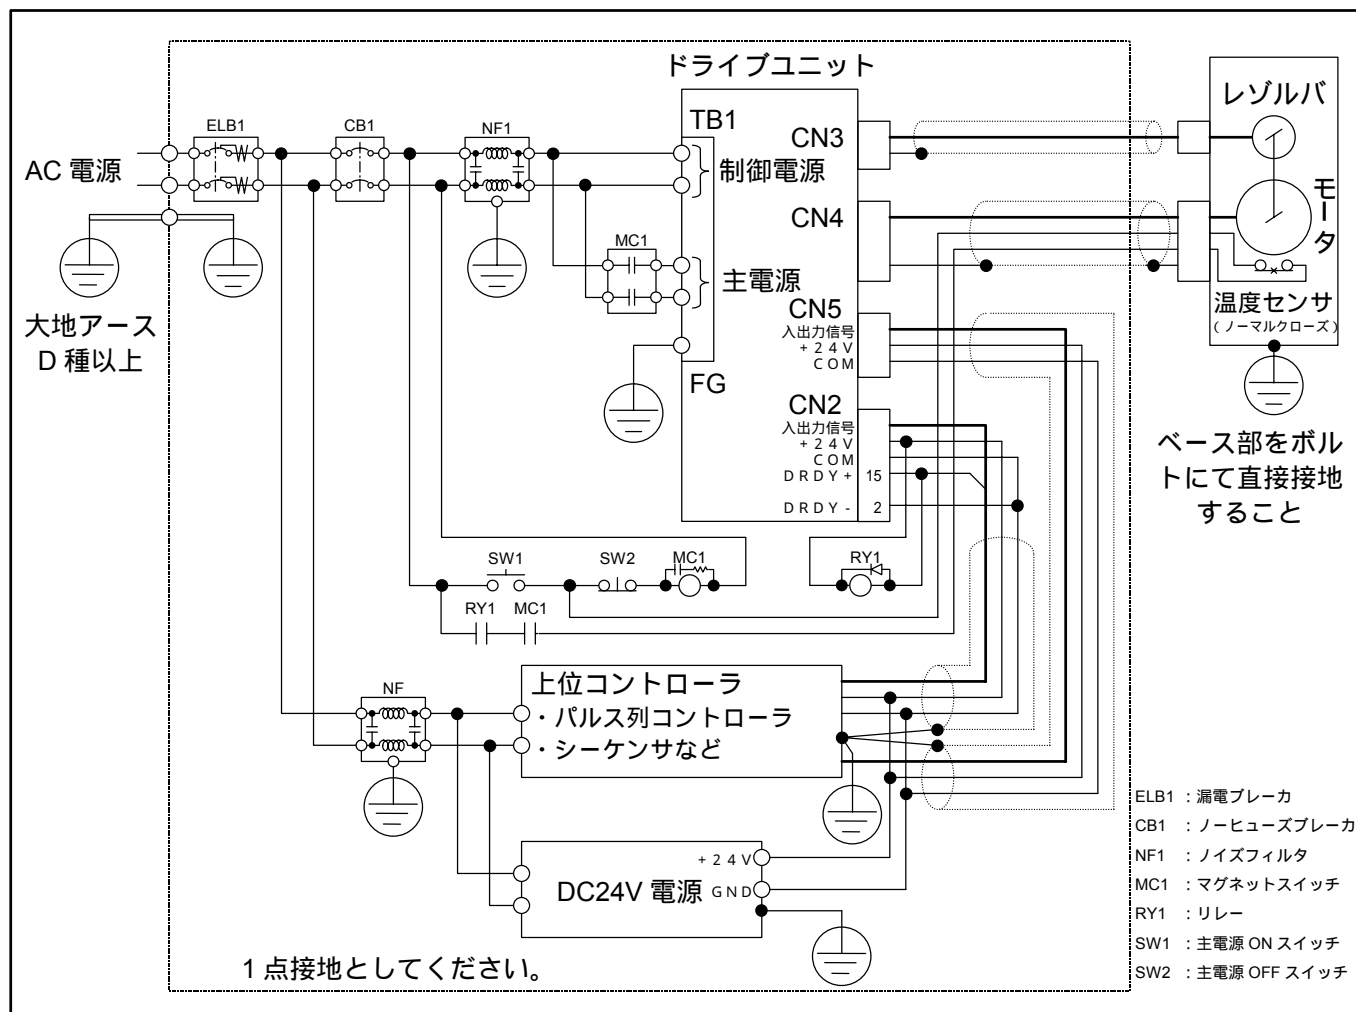

図3-5 : 温度センサ用端子台(TB2)なし仕様の電源配線例
- 電源配線は図 3-5 を参照してください。
- 電源遮断回路はセンサが動作したときに一次側の電源供給を遮断するための回路です。図 3-5 の配線例を参照の上、ケーブルセットの 2 芯 (S1, S2) により主電源を遮断する回路を貴社にて製作してください。